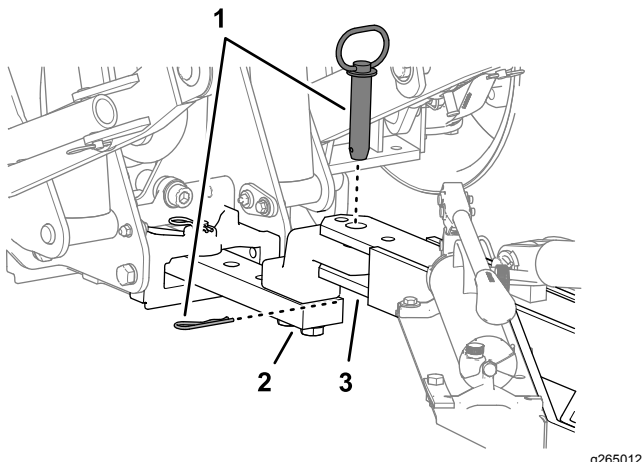

Figura 13
7. Allineate il timone dell'arieggiatore alla barra di traino del trattorino e utilizzate la bulloneria dell'attacco del veicolo per fissare l'arieggiatore (Figura 13).